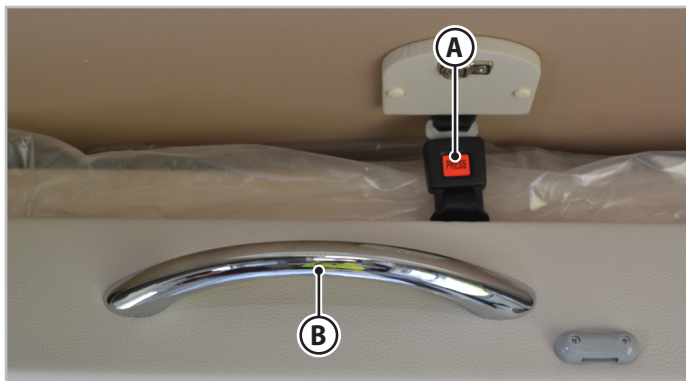

Fig. 6.18 - Cama basculante dianteira
1. Desbloquear o dispositivo de segurança (**A** - Fig.6.18).
2. Acionar a respetiva pega de deslocação (**B** - Fig.6.18) e colocar a cama na posição final.
1. Acionar a respetiva pega de deslocação (**B** - Fig.6.18) e colocar a cama na posição final.
2. Voltar a prender a cama com o dispositivo de segurança (**A** - Fig.6.18).